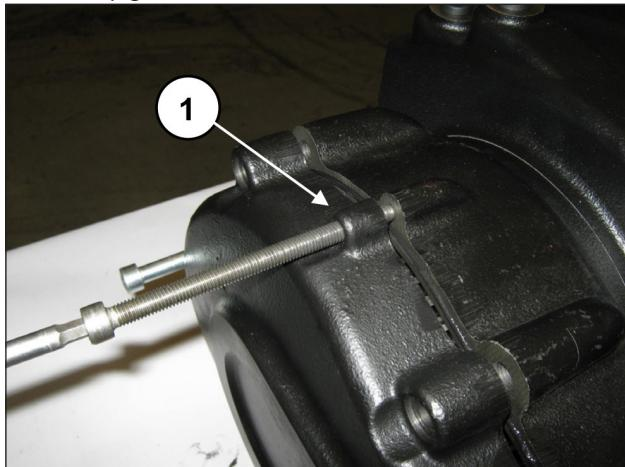

Fig. 6
Visser progressivement les 3 vis M8 (rep. ①, Fig. 6) faisant office d'extracteurs jusqu'à déposer complètement l'ensemble couvercle/pignon.